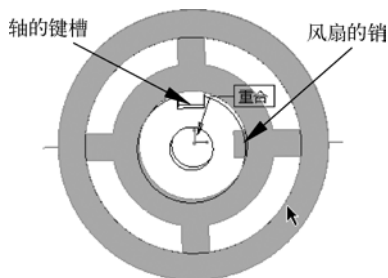

图 7-79 键槽与销不配合
- 应用两个约束后，虽然是完全约束，但是风扇中的销与电机轴的键槽没有形成配合，还需要对风扇进行旋转，如图 7-79 所示。